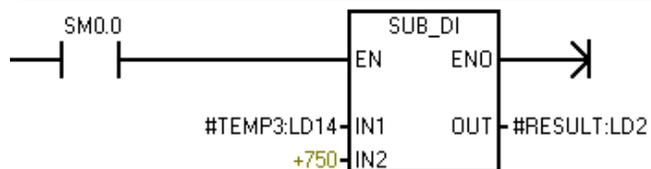

Figura 127: Subrutina de Presión [17]
- **Subrutina de Presión.** En esta subrutina está implementada la función de escalamiento. (Ver figura 127).